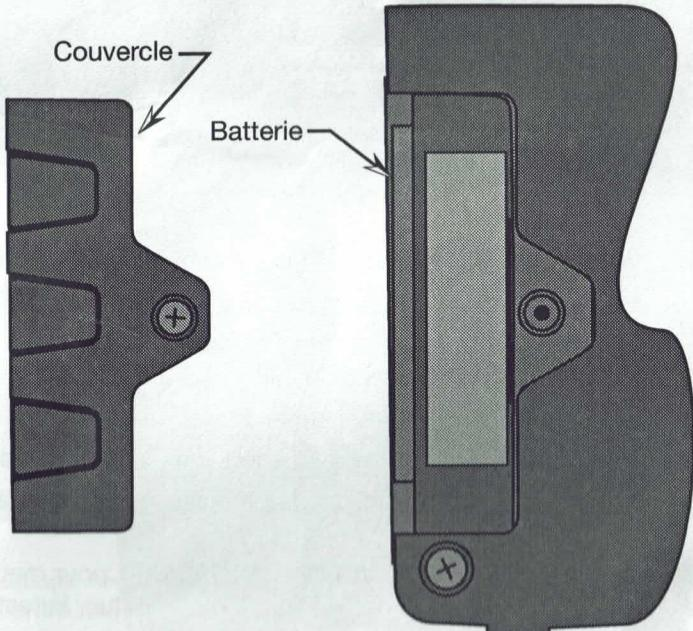

Figure 5 Compartiment Batterie
4. Référez-vous à la Figure 5 et retirez le pack batterie du châssis.